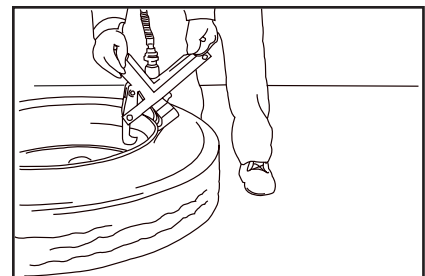

Afbeelding 1
4. Verwijder het binnenventiel; laat de banden volledig leeglopen. (Zie afb. 1.)